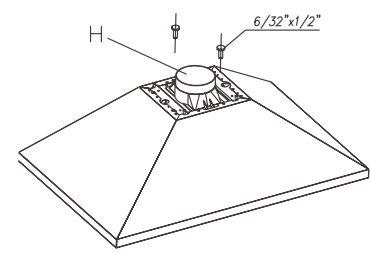

Fig. 1
• Monter le tube réducteur H à la platine supérieure au moyen de 2 vis (Fig. 1). Connecter un tube ininflammable de 4,5" à l'ouverture pratiquée au plafond.